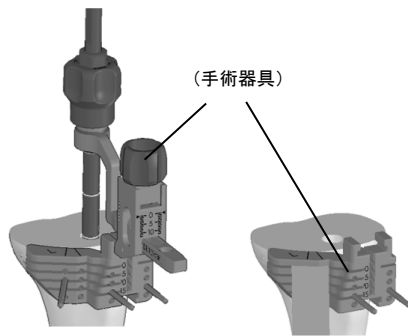

図1
- 1) 脛骨近位部の骨切りを行い、脛骨トレー設置面及びシステム挿入部を形成する。(図1)